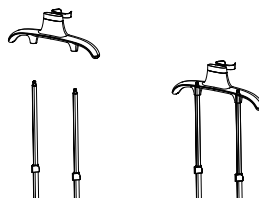

FIG 2
6. Alinee la ranura de la varilla con la parte saliente de la percha, coloque la percha en los postes. (FIG 2)